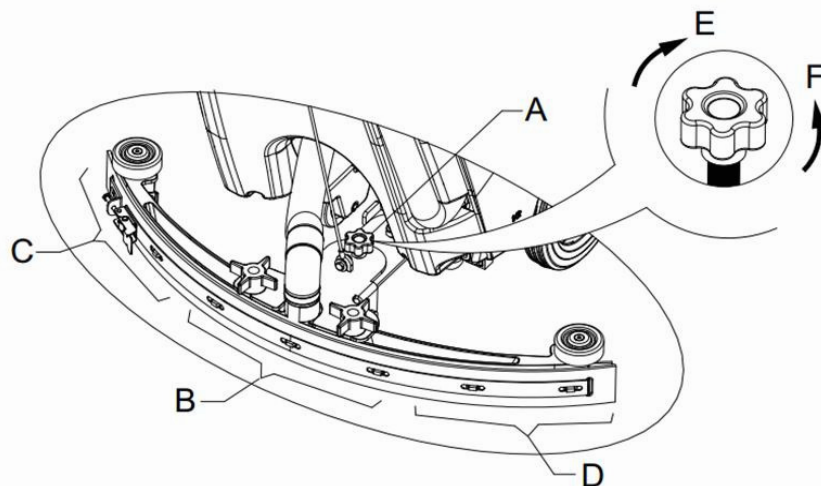

**Figuur 8**
1. (Alleen van toepassing op **AS430B** en **AS510B**): zorg ervoor dat de schakelaar (41) bijontkoppeld (**O**) staat.
2. Druk het stuur (2) omlaag om tank frame (26) op te tillen.
3. Zet de borstel (A) of de pad-houder (B - C) onder de deksel.
4. Gebruik het stuur (2) om tank frame(26) omlaag te zetten om in aanraking te komen met de borstel of pad-houder.
5. Om de borstel / padhouder automatisch te installeren, zet de schakelaar (41) naar de "I" positie en druk de veiligheidsschakelaar in (1). Duw de machine naar voren, om het mogelijk te maken dat de wiel op de bodem van de tankaf te laten stemmen met de borstel of padhouder. Laat vervolgens de schakelaar gekoppeld. Herhaal indien nodig deze procedure tot de borstel / padhouder is geïnstalleerd.
6. Als stap 5 hierboven moeilijk is, gebruik de handmatige werkwijze volgens de pijlpunt (D) om de borstel / padhouder (zie **Figuur 8**) te installeren.
7. Om de borstel / padhouder automatisch los te maken, zet de schakelaar (41) naar de "O" positie. Gebruik uw hand om het stuur in positie te houden en druk de machine omlaag totdat de gids wiel de grond raakt. Zet de hoofdschakelaar (41) op de "I" positie, en druk de veiligheidsschakelaar in. De borstel of padhouder draaien totdat de borstel / padhouder naar de vloerzakt.
8. Als Stap nummer 7 hierboven moeilijkis, gebruik dan de handmatige methode door de borstel / padhouder te draaien in de tegenovergestelderichting. (Zie **Figuur 8**)